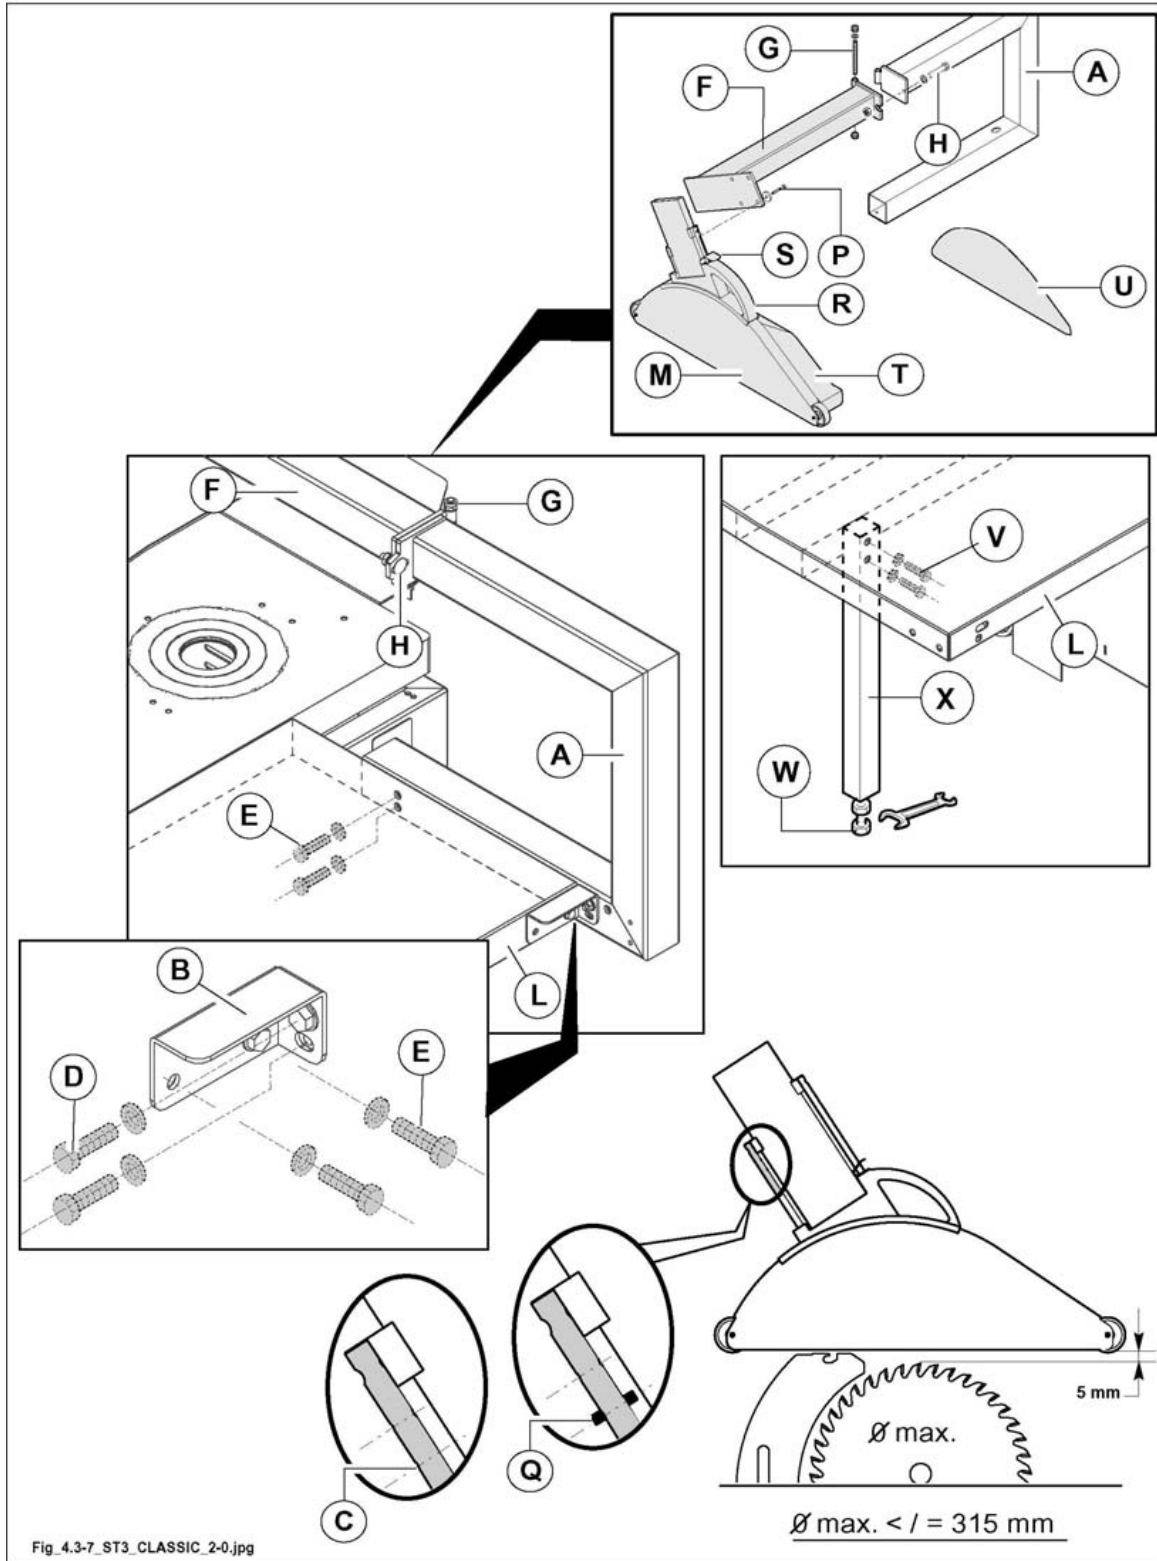

Fig. 4.3-7
- Fäst armen (A fig. 4.3-7) till vinkelprofilen (B fig. 4.3-7) med hjälp av skruvarna (D fig. 4.3-7).
- Fäst armen (A fig. 4.3-7) till arbetsbordet (L fig. 4.3-7) med hjälp av skruvarna (E fig. 4.3-7).
- Montera armen (F fig. 4.3-7) på armen (A fig. 4.3-7) med hjälp av skruven (G fig. 4.3-7).
- Blockera gångjärnets stängning med hjälp av skruven (H fig. 4.3-7).
- Montera skyddet (M fig. 4.3-7) på stödet (F fig. 4.3-7) med hjälp av skruvarna (P fig. 4.3-7).
- Höj och sänk skyddet med hjälp av handtaget (R fig. 4.3-7) och spaken (S fig. 4.3-7).
- Fäst benet (X fig. 4.3-7) till det extra bordet (L fig. 4.3-7) genom att dra åt skruven (V fig. 4.3-7).
- Skruva på nivelleringskruven (W fig. 4.3-7).
**stoppet (Q fig. 4.3-7) ska placeras i det NEDRE hålet (C fig. 4.3-7).**
- Anordningen är försedd med två typer av skydd (U fig. 4.3-7) och (T fig. 4.3-7) ett för skärning med sågen vid 90°, och ett för skärning med sågen i lutande läge.
**när man arbetar med sågen vid 90° ska man alltid använda höljet (U fig. 4.3-7). Om man ska arbeta med sågen i lutande läge måste man installera höljet (T fig. 4.3-7).**
**lyft eller sänk huven med hjälp av handtaget (R fig. 4.3-7) och spaken (S fig. 4.3-7) beroende på träets tjocklek.**